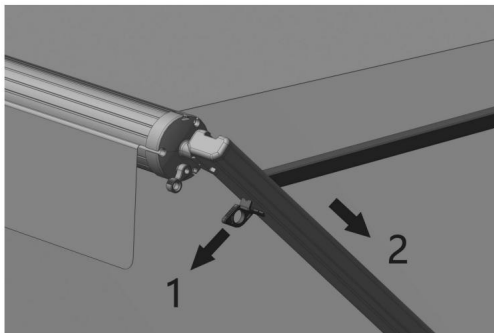

Figure D15
4.2.4 Tirez le loquet et repoussez la tige intérieure le long du bras de support. (Figure D15)